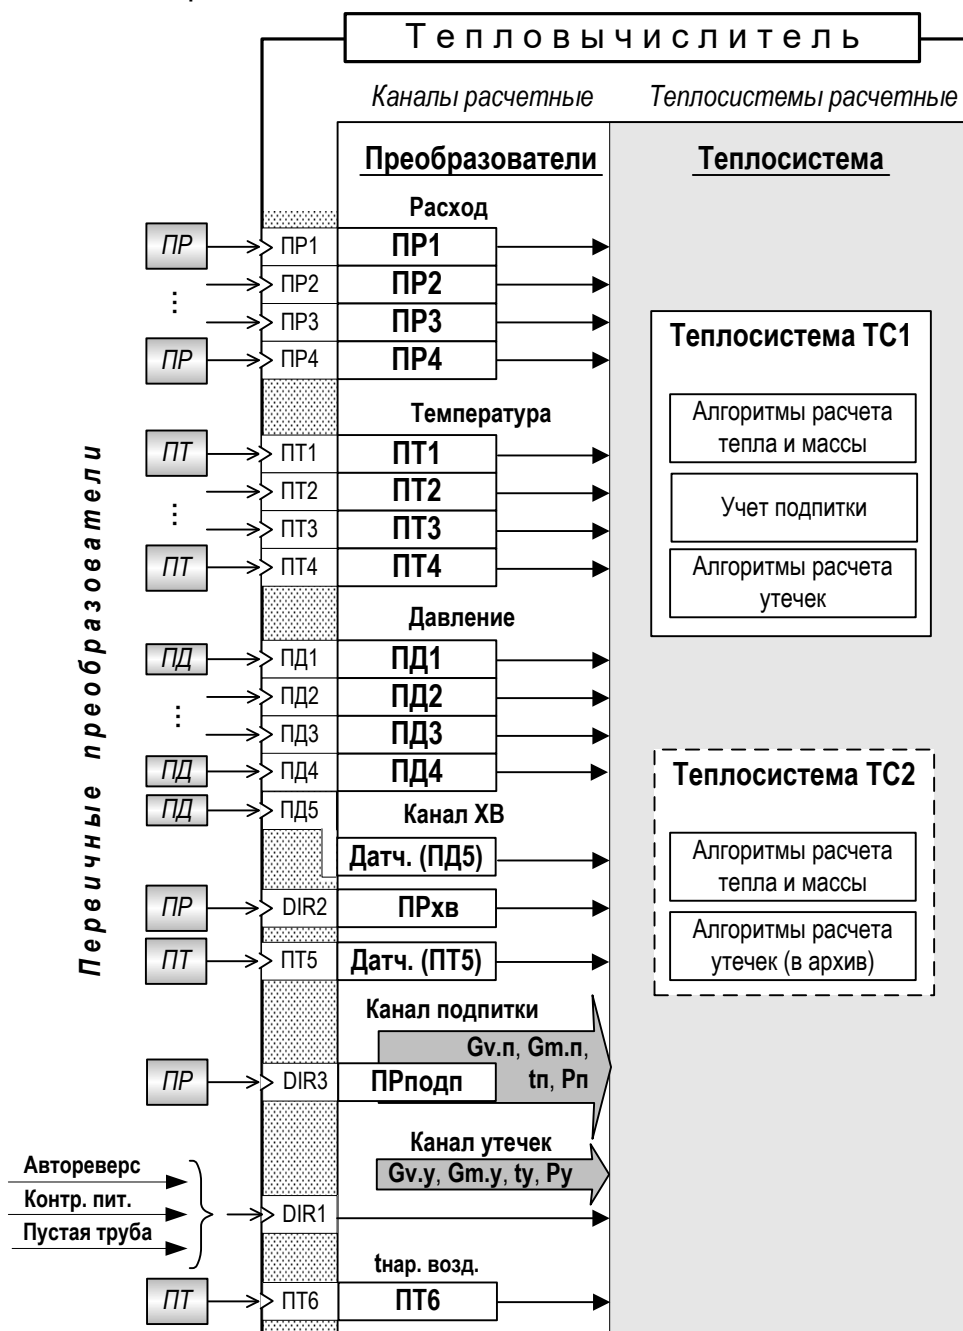

Рис.16. Структурная схема обработки данных в тепловычислителе.
7.4.1.1. Общая структурная схема обработки данных в тепловычислителе показана на рис.16.